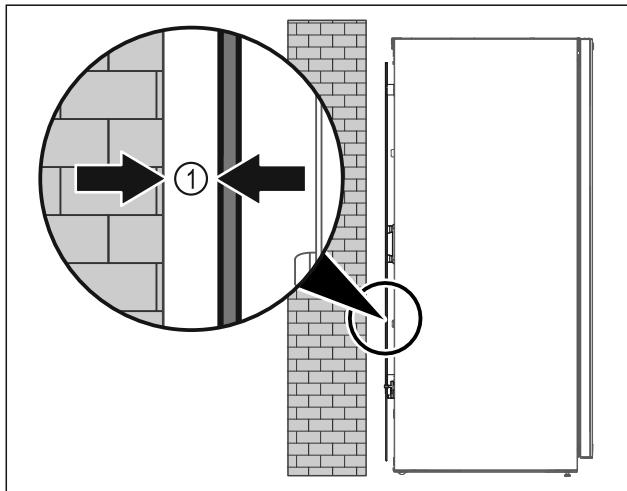

Fig. 8
- Prietaisą galima statyti arba laisvai patalpoje, arba prie pat sienos min. 5 mm Fig. 8 (1) atstumu.